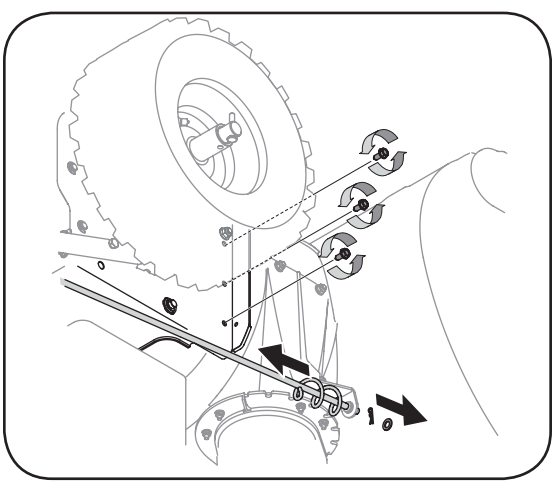

Figure 6-8
7. Utilisez une clé de 9/16es de po pour retirer les trois vis taraudeuses à tête hex. de chaque côté du châssis. Ces vis maintiennent le châssis sur l'habillage de la tarîere. Voir la Figure 6-8.